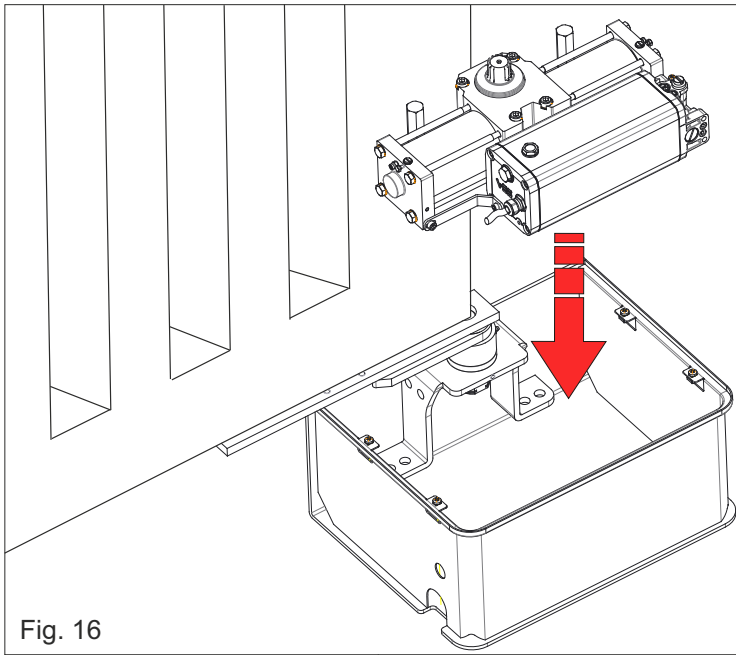

Fig. 16
- 5.1.** Positionner l'opérateur en correspondance du caisson et l'insérer verticalement, attention à le positionner dans la bonne direction, comme indiqué sur la Fig. 16